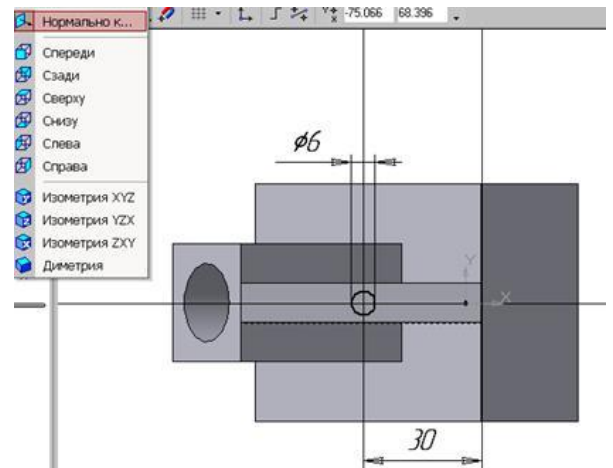

Рисунок 61 - Эскиз отверстия
8. По команде Окружность, касательная к двум кривым  на панели инструментов строим окружности  $R15$  и  $R25$  (см.рис.61). По табл. 1 вид сопряжений–п.9
16. Нажмите кнопку «Создать» в диалоговом окне Параметры. Получаем 3-мерную модель державки без невидимых линий. Выберите в Панели управления программы команду Полутонное . Получим 3-мерное полутонное изображение модели державки (см.рис.61).